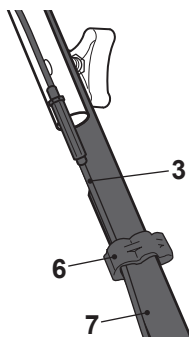

Fig. 4
7. Fixe o fio do travão (3) com o clipe de fio (6) no guiador inferior (7) (Fig. 4).